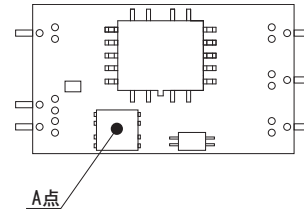

図7.7 強制通風時の温度測定箇所
①SU10
■強制通風時（1m/s）は、図7.7のA点の温度が105℃以下となるように通風して、ご使用ください。